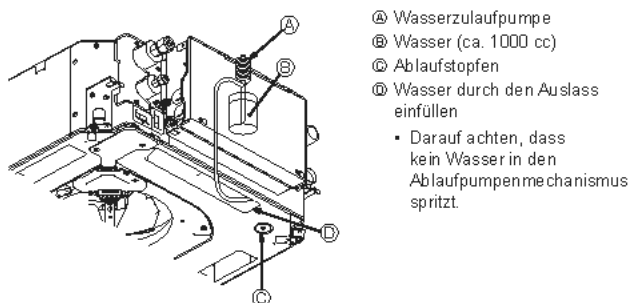

Fig. 8-6
8.4. Überprüfung der Drainage (Fig. 8-6)